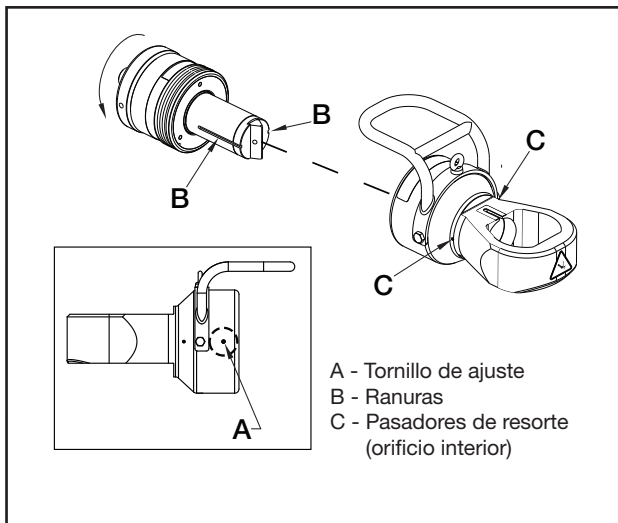

Figura 3, Montaje del cilindro y el cabezal de corte
2. Aflojar el tornillo plástico de ajuste (Figura 3, elemento A) en el tambor del cabezal de corte.
3. Insertar el cilindro en el cabezal, alineando las ranuras axiales en el portacuchillas (Figure 3, elemento B) con los pasadores de resorte (Figura 3, elemento C) en el orificio interior del cabezal de corte. Una vez alineado, hacer girar el cilindro en la dirección ilustrada para acoplar las roscas de los tornillos.
3. Si está apretado, aflojar el tornillo plástico de ajuste en el tambor del cabezal de corte. Véase Figura 3, elemento A.
3. Si está ajustado, aflojar el tornillo plástico de ajuste en la parte del tambor del cabezal de corte. Véase Figura 3, elemento A.